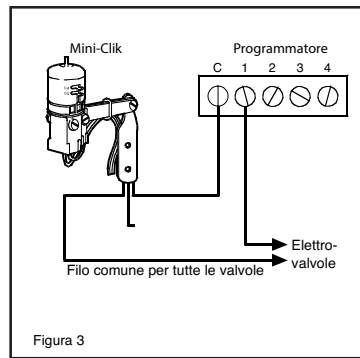

Figura 3
A. Solo elettrovalvole a 24 Volt (impianti senza pompa) (vedere la Figura 3)